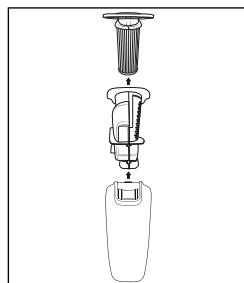

Abb. 14
- ◆ Ziehen Sie zunächst den HEPA-Filter **20** und dann den Grobfilter **19** aus dem Schmutzbehälter **10** heraus (siehe Abb. 14). Klopfen Sie beide Teile über einem Müllheimer o. Ä. aus. Bei Bedarf können Sie den HEPA-Filter **20** mit klarem Wasser abspülen. Lassen Sie ihn anschließend an der Luft vollständig trocknen.